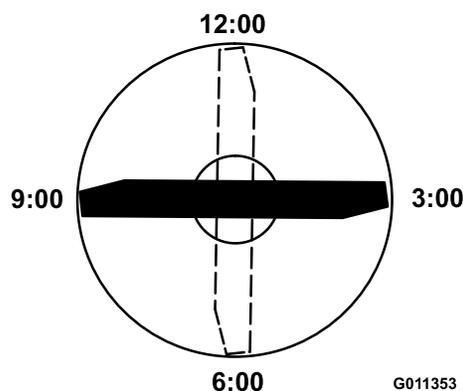

Figura 68
3. Orientate il tagliante dell'estremità marcata della lama sulla posizione a ore 12 (esattamente in avanti, nel senso di falciatura) e misurate l'altezza tra il banco e il tagliante della lama (Figura 68).
4. Ruotate l'estremità marcata della lama sulle ore 3 e sulle ore 9 e misurate le rispettive altezze (Figura 68).